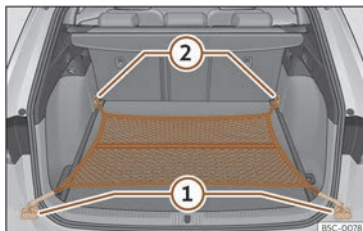

Fig. 126 No maleteiro: bolsa de rede enganchada case tocando o piso.
- Fixe os ganchos da rede nas argolas de amarre (1) e (2)»» fig. 126 »» ⚠. A cremalleira da bolsa ten que quedar cara arriba.